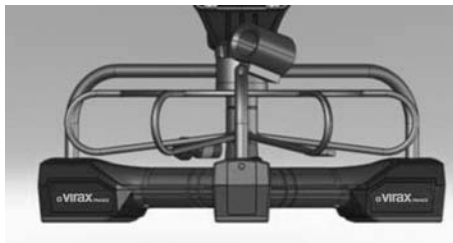

Figura 1 – cavo 16 m per Mini VISIOVAL
- 1) 1. Controllare che il coperchio del vano batteria sia libero da detriti e liquidi. Utilizzare un cacciavite Phillips per rimuovere la vite del coperchio del vano batterie (Figura 1)